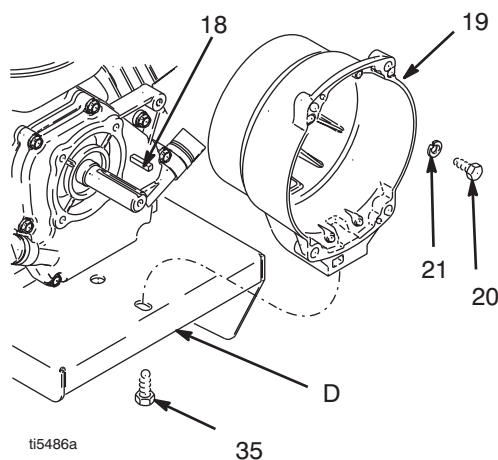

FIG. 11
1. FIG. 11. Fjern de fire skruene (20) og låseskivene (21) som fester clutchhuset (19) til motoren.
2. Fjern skruen (35) som sitter under monteringsplaten (D).
3. Trekk clutchhuset (19) av.
1. FIG. 11. Press clutchhuset (19) på.
2. Sett inn fire hodeskruer (20) og låseskiver (21) som fester clutchhuset (19) til motoren. Trekk til med et moment på 200 in-lb (22.6 N·m).
3. Monter skruen (35) som satt under monteringsplaten (D) med et tiltrekningsmoment på 26 ft-lb (35,2 N·m).